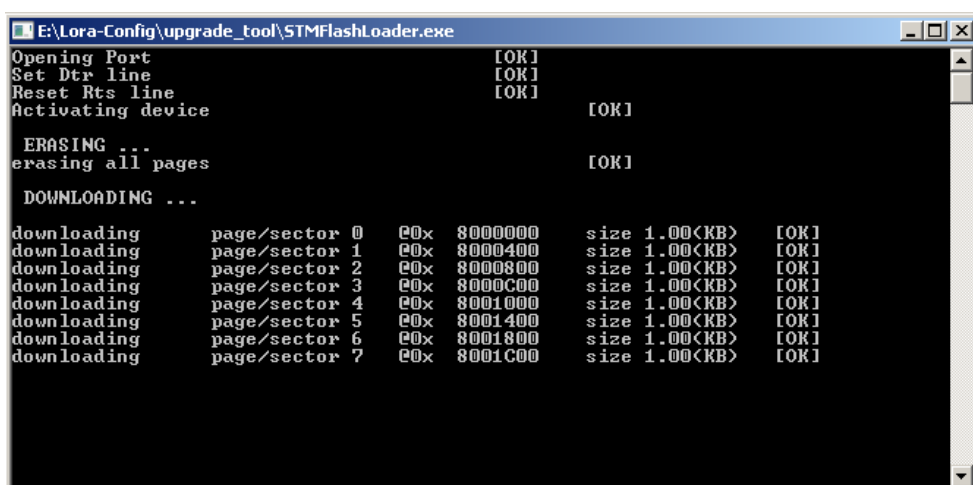

Рис. 17 – Процесс обновления
8. Для продолжения требуется нажать кнопку «ОК», будет запущен процесс обновления (Рисунок 17).